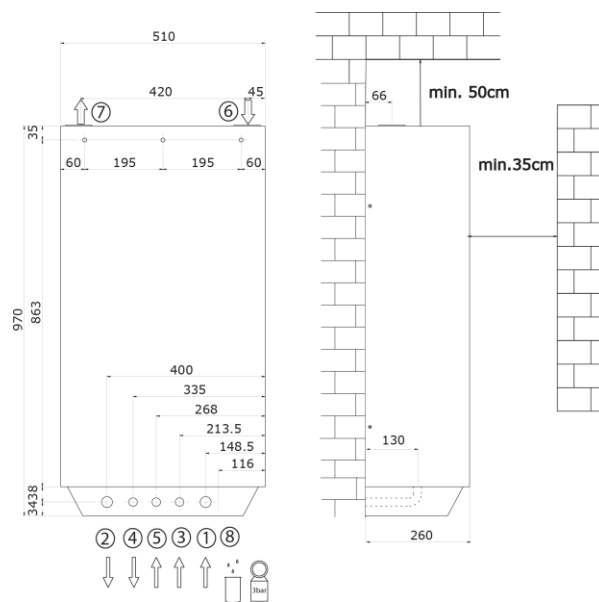

Figura 1
La caldaia deve essere fissata su una solida parete in muratura mediante le viti a la staffa di sostegno forniti con l'apparecchio che troverete all'interno dell'imballo. La posizione dei fori per un esatto posizionamento della caldaia può essere determinata utilizzando la dima in cartone presente nell'imballo (vedi Figura 1).
Al fine di rendere agevoli l'uso dell'apparecchio e le operazioni di manutenzione rispettare le distanze da ostacoli fissi indicati in Figura 1. L'altezza della caldaia va scelta in modo da rendere la sua parte superiore non raggiungibile con le mani.
- rimuovere il tappo dal foro di ingresso aria (n° 6 in Figura 1)
La dima in cartone fornita con l'apparecchio, permette l'esatto posizionamento degli allacci idraulici. La Figura 1 mostra come devono essere predisposte le connessioni a muro. Il collegamento idraulico della caldaia può essere realizzato mediante l'apposito kit presente nella caldaia, eseguendo le seguenti operazioni: